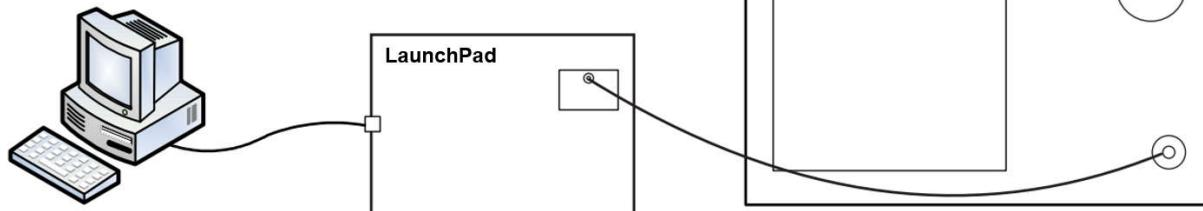
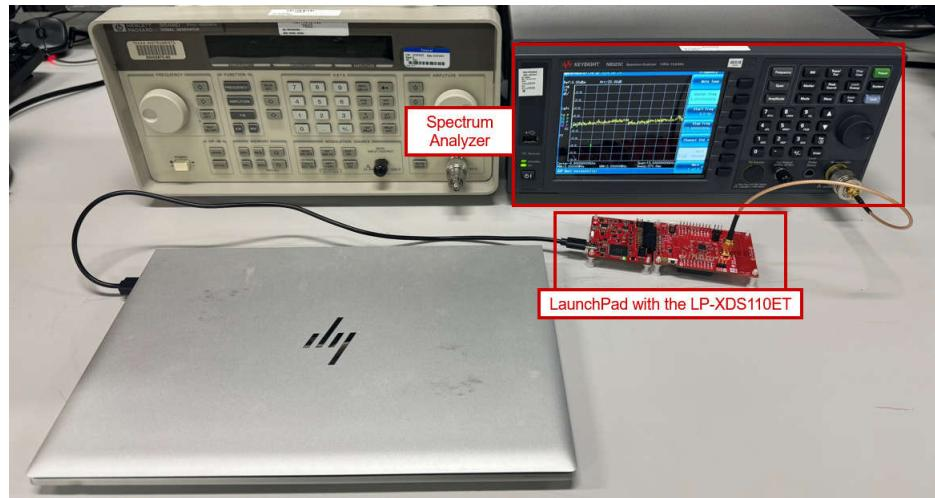

图 7-17. 杂散辐射测试设置示意图
图 7-18. 杂散辐射测试工作台设置
测试条件：图 7-17 展示了杂散辐射测试设置。
- 第 1 步：按 图 7-17 和 图 7-18 所示连接仪器。